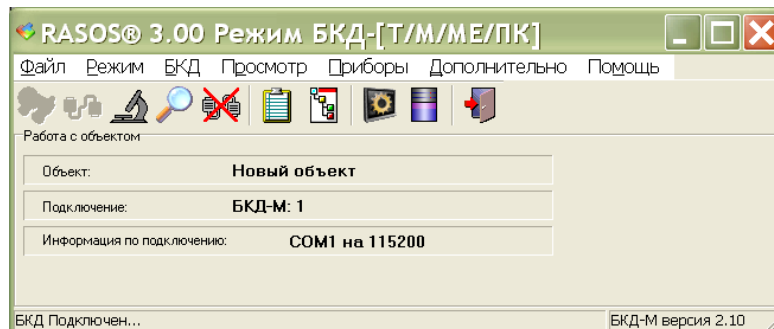

Рисунок 10 - Подключение к мастер-устройству
4) Создать подключение к БКД-М нажатием на кнопку «Добавить». Откроется окно, в котором будет указано «БКД-подключен» (рисунок 10).
3) Создать подключение к БКД-М (рисунок 10). Откроется окно, в котором будет указано «БКД-подключен».